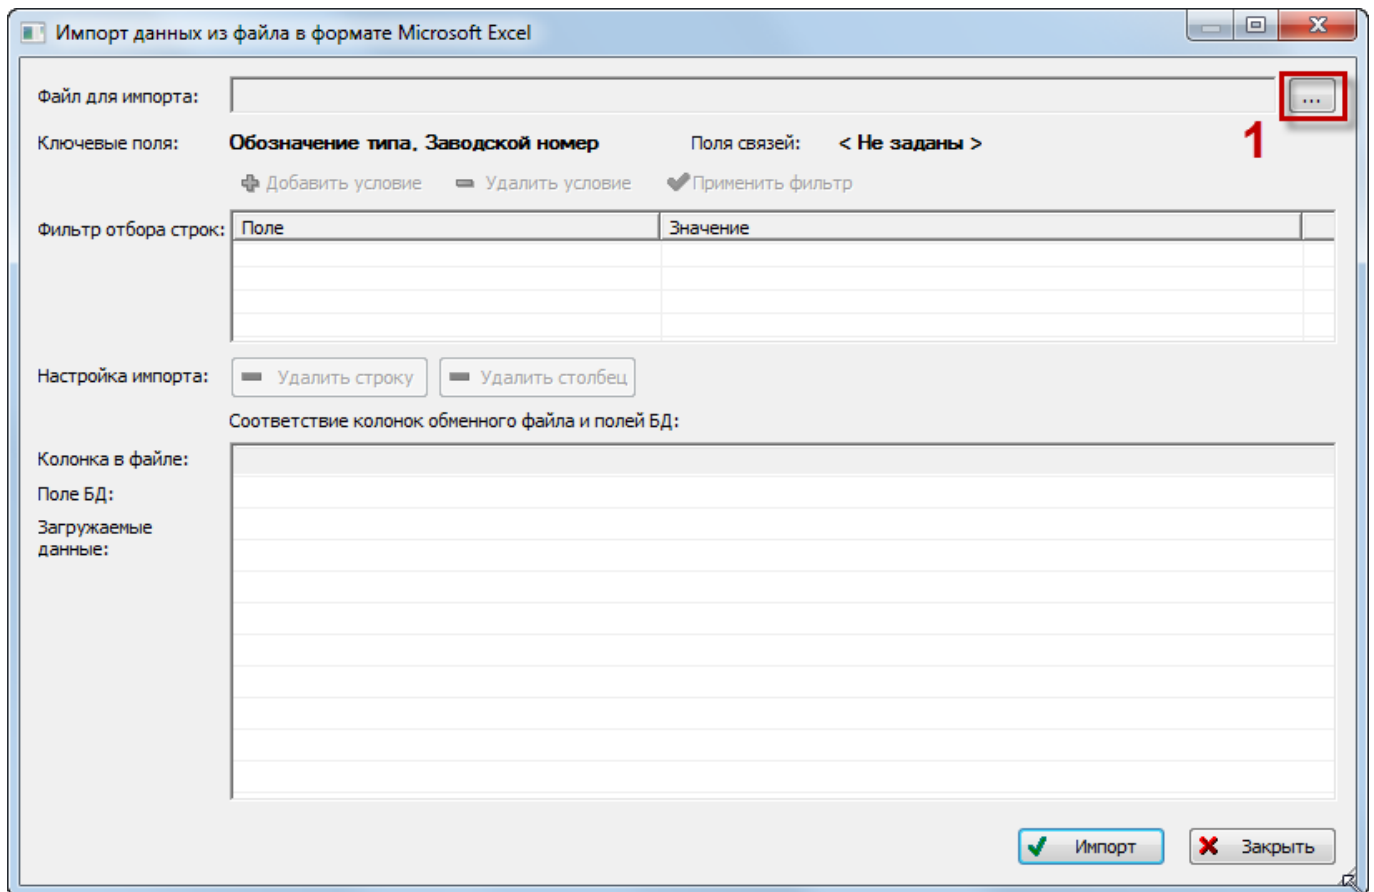

Рис. 20-63 – Окно импорта из файла Excel
Примечание. Уникальность элемента в базе данных определяется по совокупности ключевых полей, которые выводятся в окне импорта из файла *Excel*, приведенного на рис. 20-63.
В результате откроется окно «Импорт данных из файла в формате Microsoft Excel» (рис. 20-63). Описание назначения полей данного окна приведено в пункте 5.4.6 «Панель «Импорт/экспорт»», стр. 61).
3) Нажать кнопку «Выбрать файл на локальном диске» (1 на рис. 20-63). Откроется стандартное диалоговое окно «Открыть» – выбрать файл и нажать кнопку «Открыть».